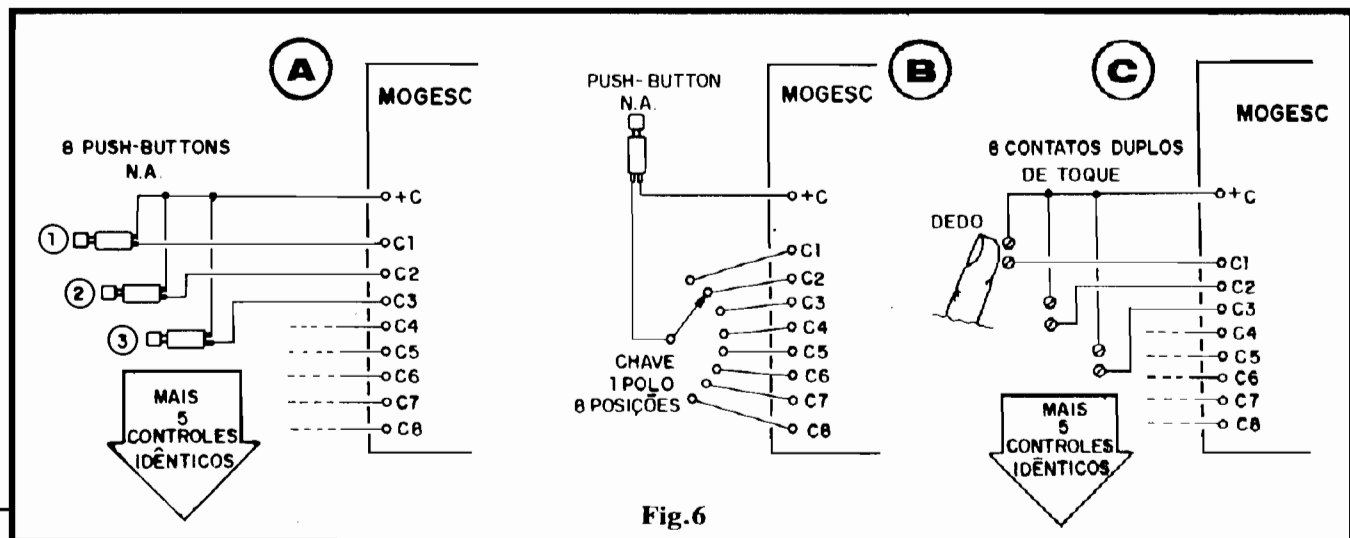

Fig.6
- FIG. 6 - AMPLIANDO AS POSSIBILIDADES DE COMANDO DO “MOGESC” - Conforme mencionado no início, o MOGESC é um projeto “em aberto”, quanto à forma de acionamento dos comandos, ficando por conta do montador a escolha do método (que dependerá, também, da própria aplicação final “imaginada”...). Temos, na figura, 3 sugestões básicas, práticas e fáceis:
- **FIG. 7 - OPÇÕES PURAMENTE ELETRÔNICAS PARA OS COMANDOS** - Além dos comandos "diretos" (fig. 6) o MOGESC aceita também controles puramente eletrônicos para o acionamento de sons. Através de circuitos especialmente projetados, o Hobbysta mais avançado poderá realizar interessantíssimas experimentações a respeito... É só